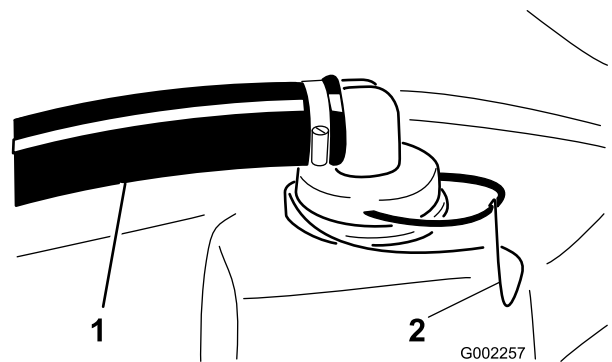

図 66
- タンク上部で、ストレーナハウジングからの太いホースについているフィッティングを固定しているリテーナを外す 図 66。
- ストレーナハウジングからホースとフィッティングを取り外す 図 66。